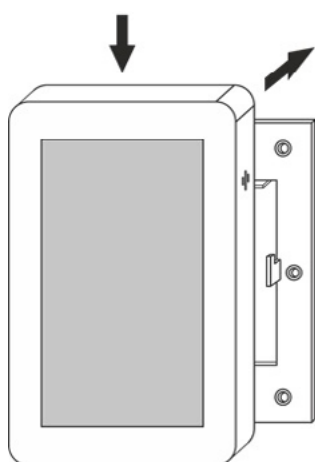

Рис.13
5. Установить панель на монтажную рамку согласно рисунку (см. рис.13).